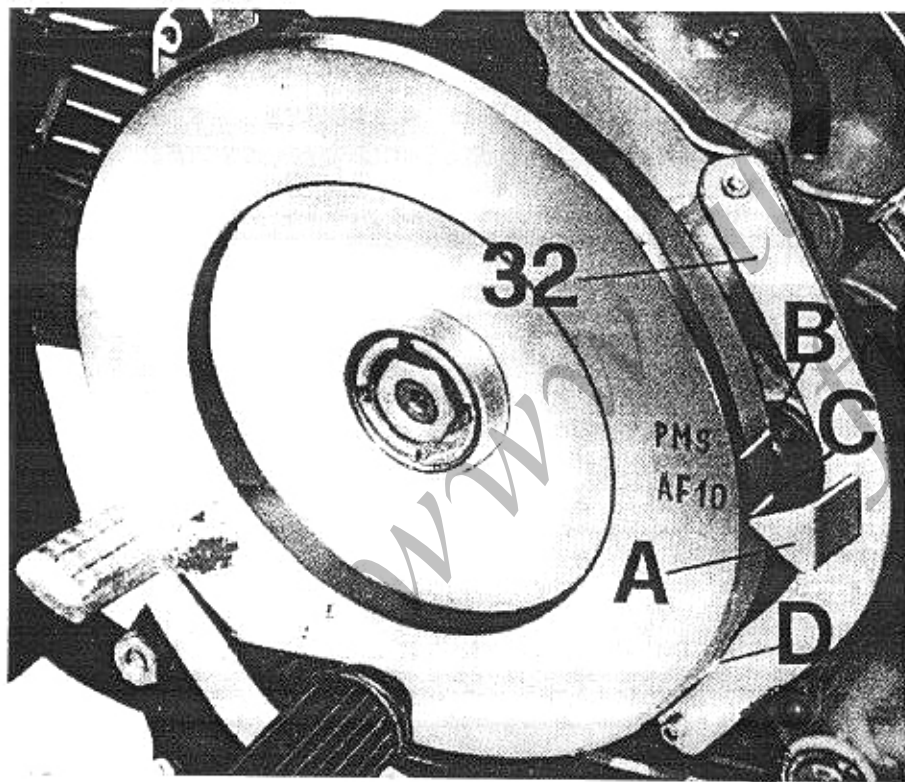
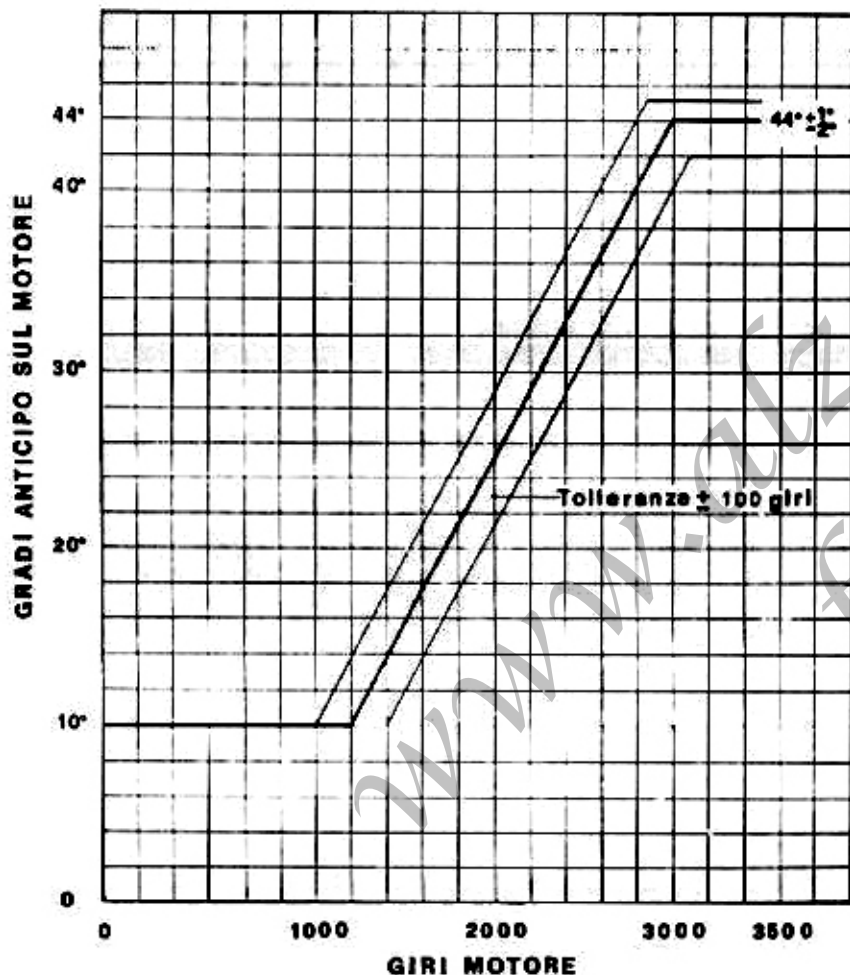

Fig. 19
Fig. 20
- Montare a mezzo viti sul coperchio interno del basamento l'attrezzo (32 di fig. 19 n° d'ordinazione 10915500).
- Assicurarci che il pistone sia a punto morto superiore, a fine fase di compressione con valvole chiuse. Il segno sul volano « P. M. S. » deve coincidere con la freccia dell'attrezzo (A di fig. 19).
- Ruotare il volano in senso antiorario finché il segno « AF10 » sul volano stesso si trova in corrispondenza con la freccia dell'attrezzo (A di fig. 19). A questo punto i contatti del ruttore devono dare inizio all'apertura.
Per eseguire il controllo dell'anticipo accensione bisogna innanzitutto segnare il punto (D di fig. 19). Sul volano motore, questo punto si trova a 44° rispetto il « P.M.S. » già segnato sul volano stesso.
I riferimenti sul volano si possono così definire (vedere fig. 19), e diagramma (vedere fig. 20).